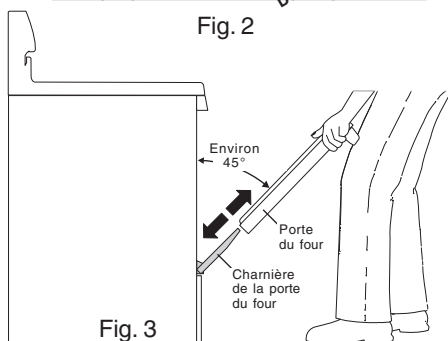

Fig. 3
5. Saisissez fermement la porte des deux côtés et coulissez-la vers le haut pour la sortir des charnières en respectant le même angle (fig. 3.)
2. Tenez la porte sur les côtés près du haut tout en reposant l'avant inférieur de la porte sur votre genou. Introduisez les coulisses de la porte à la partie inférieure de la porte, par-dessus les charnières (fig. 3).